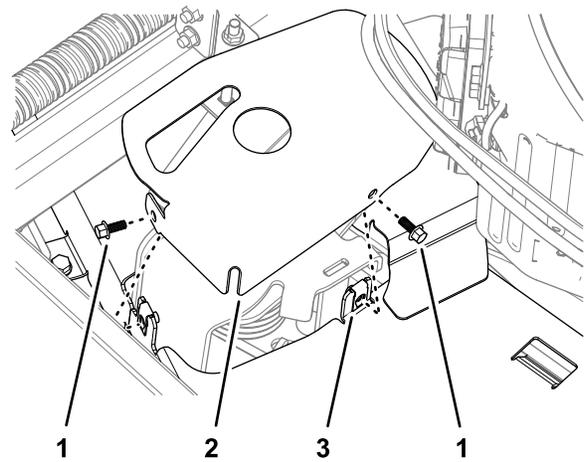

Figura 45
4. Montate la protezione del tendicinghia sul copricinghia sinistro con le 2 viti a testa flangiata rimosse in Rimozione del copricinghia sinistro (pagina 28) come mostrato nella Figura 45.